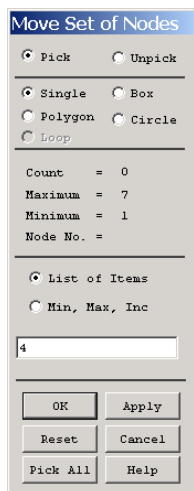

图2.33 拾取要移动的节点
(1) 单击 **Main Menu>Preprocessor>Modeling>Move / Modify>Nodes>Set of Nodes** 菜单，弹出如图 2.33 所示的图形拾取对话框。